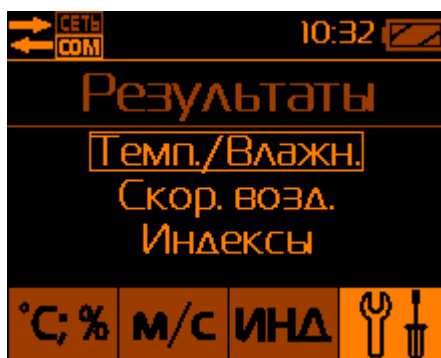

Рис.23 – Выбор типа результатов записанных в память БОИ-01 для просмотра
2.7.1. Просмотр результатов измерений, хранящихся в памяти блока отображения информации осуществляется выбором пункта меню «Результаты» в меню Настроек, внутри которого с помощью кнопок «▲» или «▼» осуществляется выбор для просмотра записанных в память прибора значений температуры/влажности, или скорости воздуха, или дополнительных климатических параметров (пункт «Индексы») (см. пп. 2.4.5, 2.5.1 и 2.6, Рис.23).